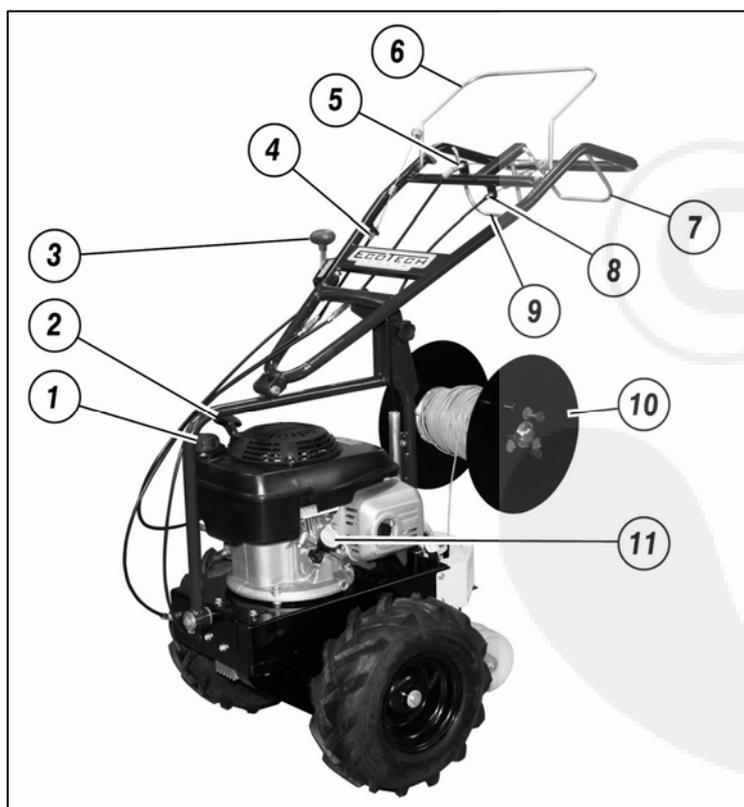

Fig.1
- Kontrollera att oljenivån inte står under miniminivån: skruva ur pluggen (fig.1 nr.11), rengör oljestickan med en ren trasa och skruva tillbaka pluggen. Skruva ur den igen och försäkra Er om att nivån står mellan de båda märkningarna för minimum och maximum. Om nivån är under minimistrecket, tillsätt olja tills optimal nivå uppnås. (be om rätt typ av olja hos Er återförsäljare).
- Kontrollera att alla spakar står i friläge (fig.1 nr.6/nr.9).
- För att kallstarta motorn ställ gasreglaget (fig.1 nr.3) i läget START.
- Greppa starthandtaget för motorn (fig.1 nr.2) och dra energiskt i det. Vänta någon minut tills arbetstemperaturen nås innan Ni ger full gas.
Innan arbetet påbörjas ska kabeln placeras på upprullaren, nedläggningsdjupet regleras, kabelns ände bindas till ett spett, alla personer, djur och värdeföremål inom en radie av minst 15 meter avlägsnas, och sedan motorn startas och arbetet påbörjas när den är varm. För spaken för inkoppling av fräsens rotation i botten (fig.1 nr.9), för spaken för framåtdriften i botten (fig.1 nr.1) och påbörja arbetet med största försiktighet. Läs noggrant beskrivningen av operationerna som anges nedan. Under sommaren eller då jorden är torr rekommenderas det att vattna gräsmattan ordentligt dagen innan arbetet ska utföras.
MASKINEN KRÄVER INKÖRNING! UNDER DEN FÖRSTA DRIFTSTIMMEN JUSTERAS REMMARNAS SPÄNNINGSFJÄDRARNA ALLTID ARBETAR KORREKT (fig.1 nr.4/n.5).
För att använda maskinen på bästa sätt med tanke på variationen av kablar och rulltyper som finns på marknaden, rekommenderas det att rulla upp kabeln på den avsedda upprullaren (fig.1 nr.10) med hjälp av spaken som sitter på upprullaren. Det är viktigt att rulla upp kabeln moturs för att säkerställa att den rullas av perfekt under arbetet (fig. 2). Om man istället vill använda rullar som redan har kabel, kan man demontera upprullarens vänstra vägg genom att lossa de tre knopparna (fig.3) och vrida lätt på väggen, placera rullen på upprullarens rör med eventuella adaptrar, och sedan montera tillbaka väggen och dra åt de tre knopparna i botten. När kabeln väl har placerats på upprullaren ska kabelns ände stickas in i röret på fenan (fig. 4) tills den kommer ut på undersidan med ett par centimeter.
För att reglera nedläggningshastigheten, vrid på gasreglaget (fig.1 nr.3) för att höja eller minska motorvarvet. Reglera **ALDRIG** hastigheten genom att låta växellådans koppling slira. Detta förorsakar allvarliga skador på transmissionens mekaniska del. Framåtdriftens spak (fig.1 nr.9) ska **ALLTID** vara i botten, det vill säga vidröra styret.
När man vill arbeta under buskar, utstickande grenar, stolpar eller någon typ av hinder från sidan, är det möjligt att luta styret åt andra hållet från hindret sett (fig. 10). För att reglera lutningen dra i botten spaken som sitter på styrets undre vänstra del (fig.1 nr.7) och sätt dess pinne i något av de nio hål som sitter på kuggstångsdrevet vid styrets bas. Maskinen möjliggör alltså fyra lutningsnivåer till höger och fyra till vänster.
När arbetet är slutfört, för att stoppa motorn för gasreglaget (fig.1 nr.3) till läget STOP och (eller om motorn inte har något, använd stoppbrytaren efter att ha fört ner motorvarvet på tomgång), och om sådan finns, stäng bränslekranen. Efter arbetet är det oombärligt att rengöra och fetta in fräshuvudet (se följande avsnitt).
- bränsle finns i tanken (fig.1 nr.1).